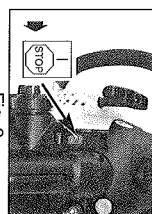

Fig. 9
2. Appuyez bien sur le commutateur STOP pour arrêter le moteur. Figure 9.